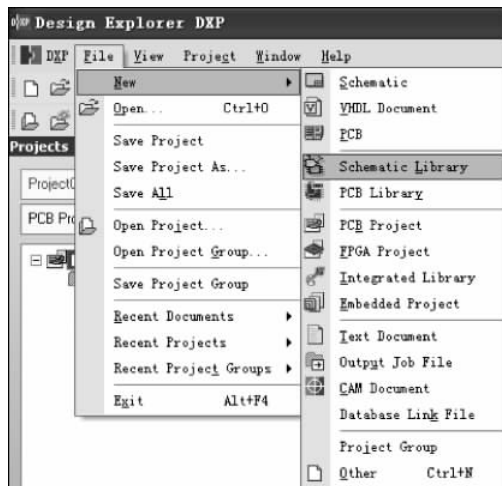
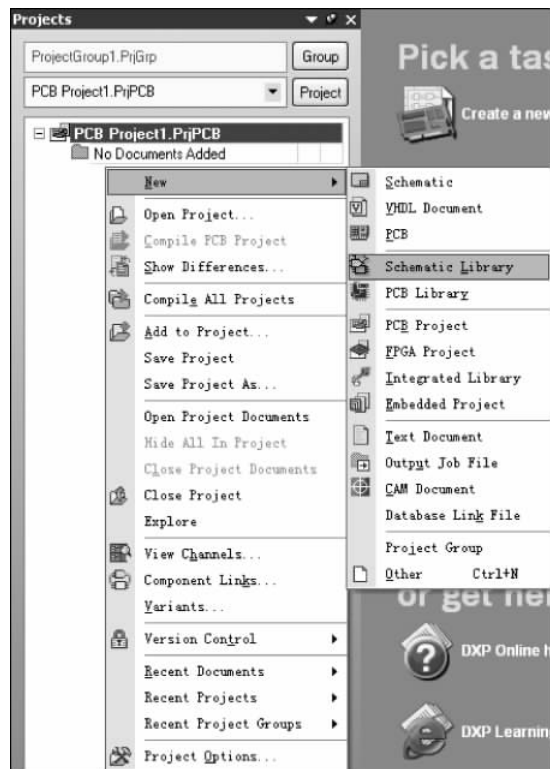

图 3-2 File|New|Schematic Library 选项
图 3-3 “新建”快捷菜单
(1) 新建: 执行菜单命令 File|New|Schematic Library(如图 3-2 所示),或在 Projects 面板上右击,在弹出的快捷菜单中选择 New|Schematic Library(如图 3-3 所示),启动元器件库编辑器,并自动创建名为 Schlib1.SchLib 的元器件库文件。其中,.SchLib 是 Protel DXP 中原理图元器件库文件的后缀名。